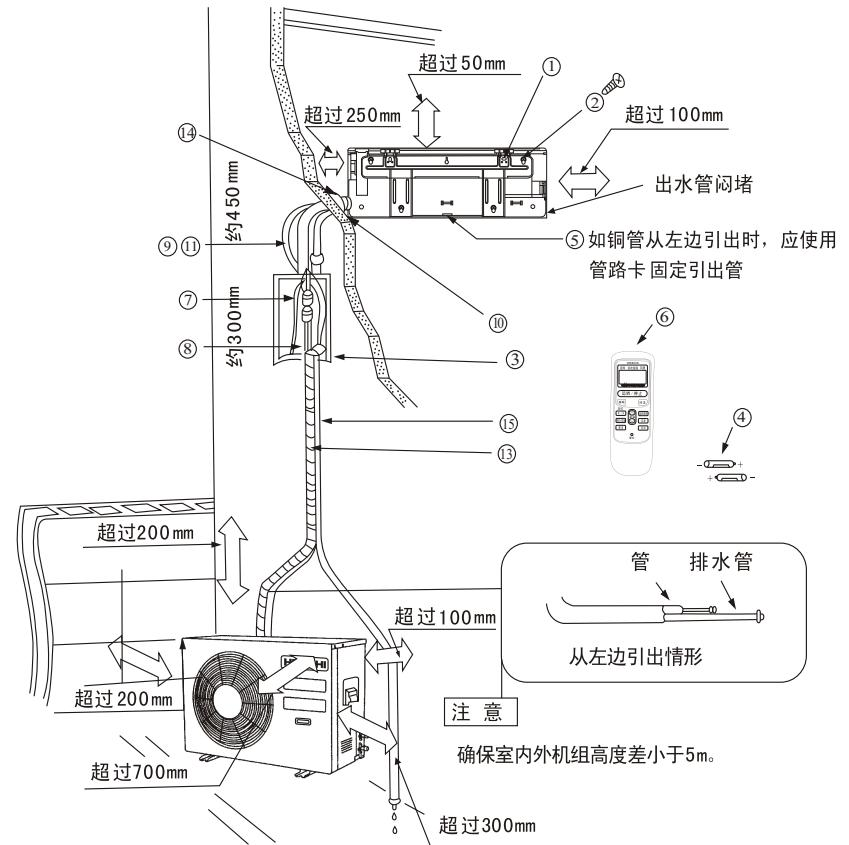

图1
- (1) 为了便于修理,室内机组旁边应如图1般保留空间。
- (2) 室内机组应安装于超过地面180厘米以上处。
- (3) 铜管可以从室内机组后边、下边和左、右边引出,如从左边引出,应注意确保冷凝水流畅,不然的话冷凝水可能漫流至房内。无论管子从哪边引出,安装前都应使管子处于便于连接的状态。
- (1) 如图1所示保留室外机组旁的空位,避任何免障碍物妨碍通风系统。
- (2) 尽量安装于房屋的东或北方。如装于南或西方是无可避免时,应有遮盖物遮盖。
- (3) 最好不要安装在污秽或雨淋的地方。
- (4) 尽量靠近室内机组安装。
- 示图1是管道后出连接安装成形。
- 根据总装示图1结合对应附件按要求牢固安装。